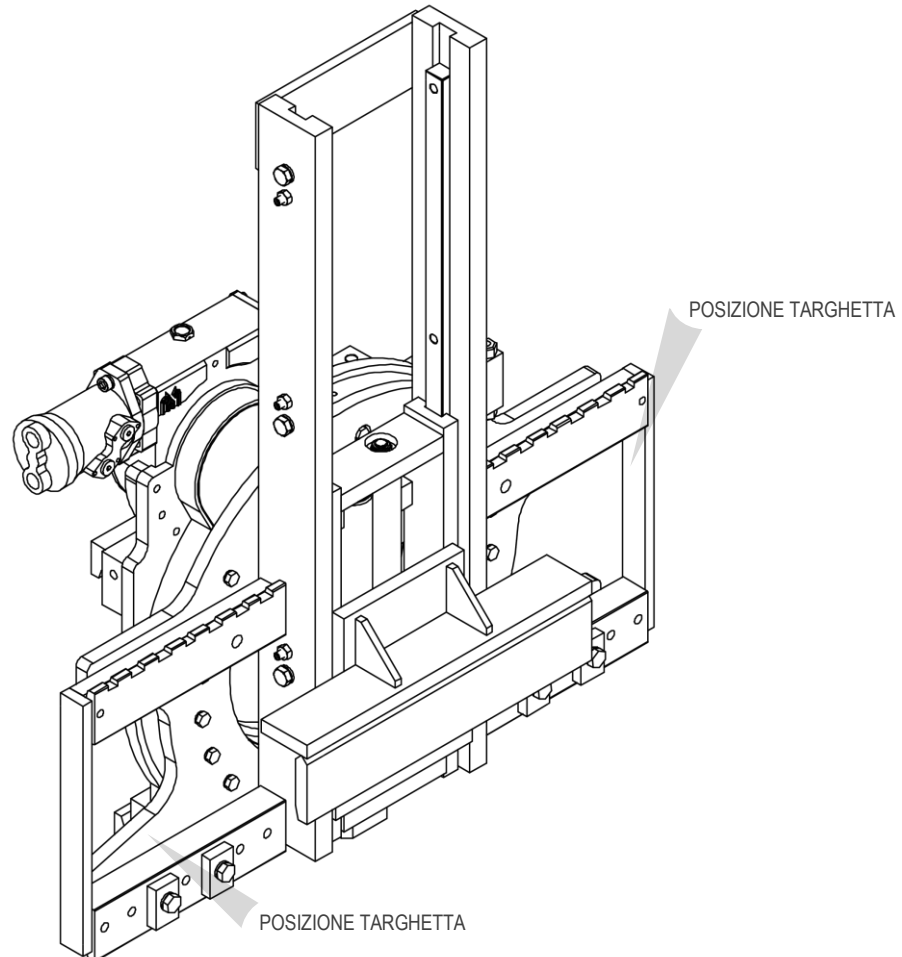

Figura 1
Tutte le attrezzature A.T.I.B. - “RIBALTA CESTONI ROTANTE 360° TIPO 219” vengono identificate mediante targhetta adesiva (vedi *Tabella 1*) posizionata sull’attrezzatura (vedi *Figura 1*, nella quale vengono mostrate le due posizioni più comuni della targhetta identificativa). Fare sempre riferimento al numero di matricola.
5. Per la movimentazione utilizzare cinghie o catene opportunamente dimensionate rispetto al peso dell'attrezzatura indicato in targhetta (vedi *Figura 1* e *Tabella 1* a pag. 6).
11. Collegare il circuito idraulico, assicurandosi che la pressione di esercizio delle tubazioni sia superiore o uguale a quella indicata sulla targhetta di identificazione (vedi *Figura 1* e la *Tabella 1* a pag. 6).
6. Per la movimentazione dovranno essere utilizzate cinghie o catene opportunamente dimensionate rispetto al peso dell'attrezzatura indicato in targhetta (vedi *Figura 1* e *Tabella 1* a pag. 6).